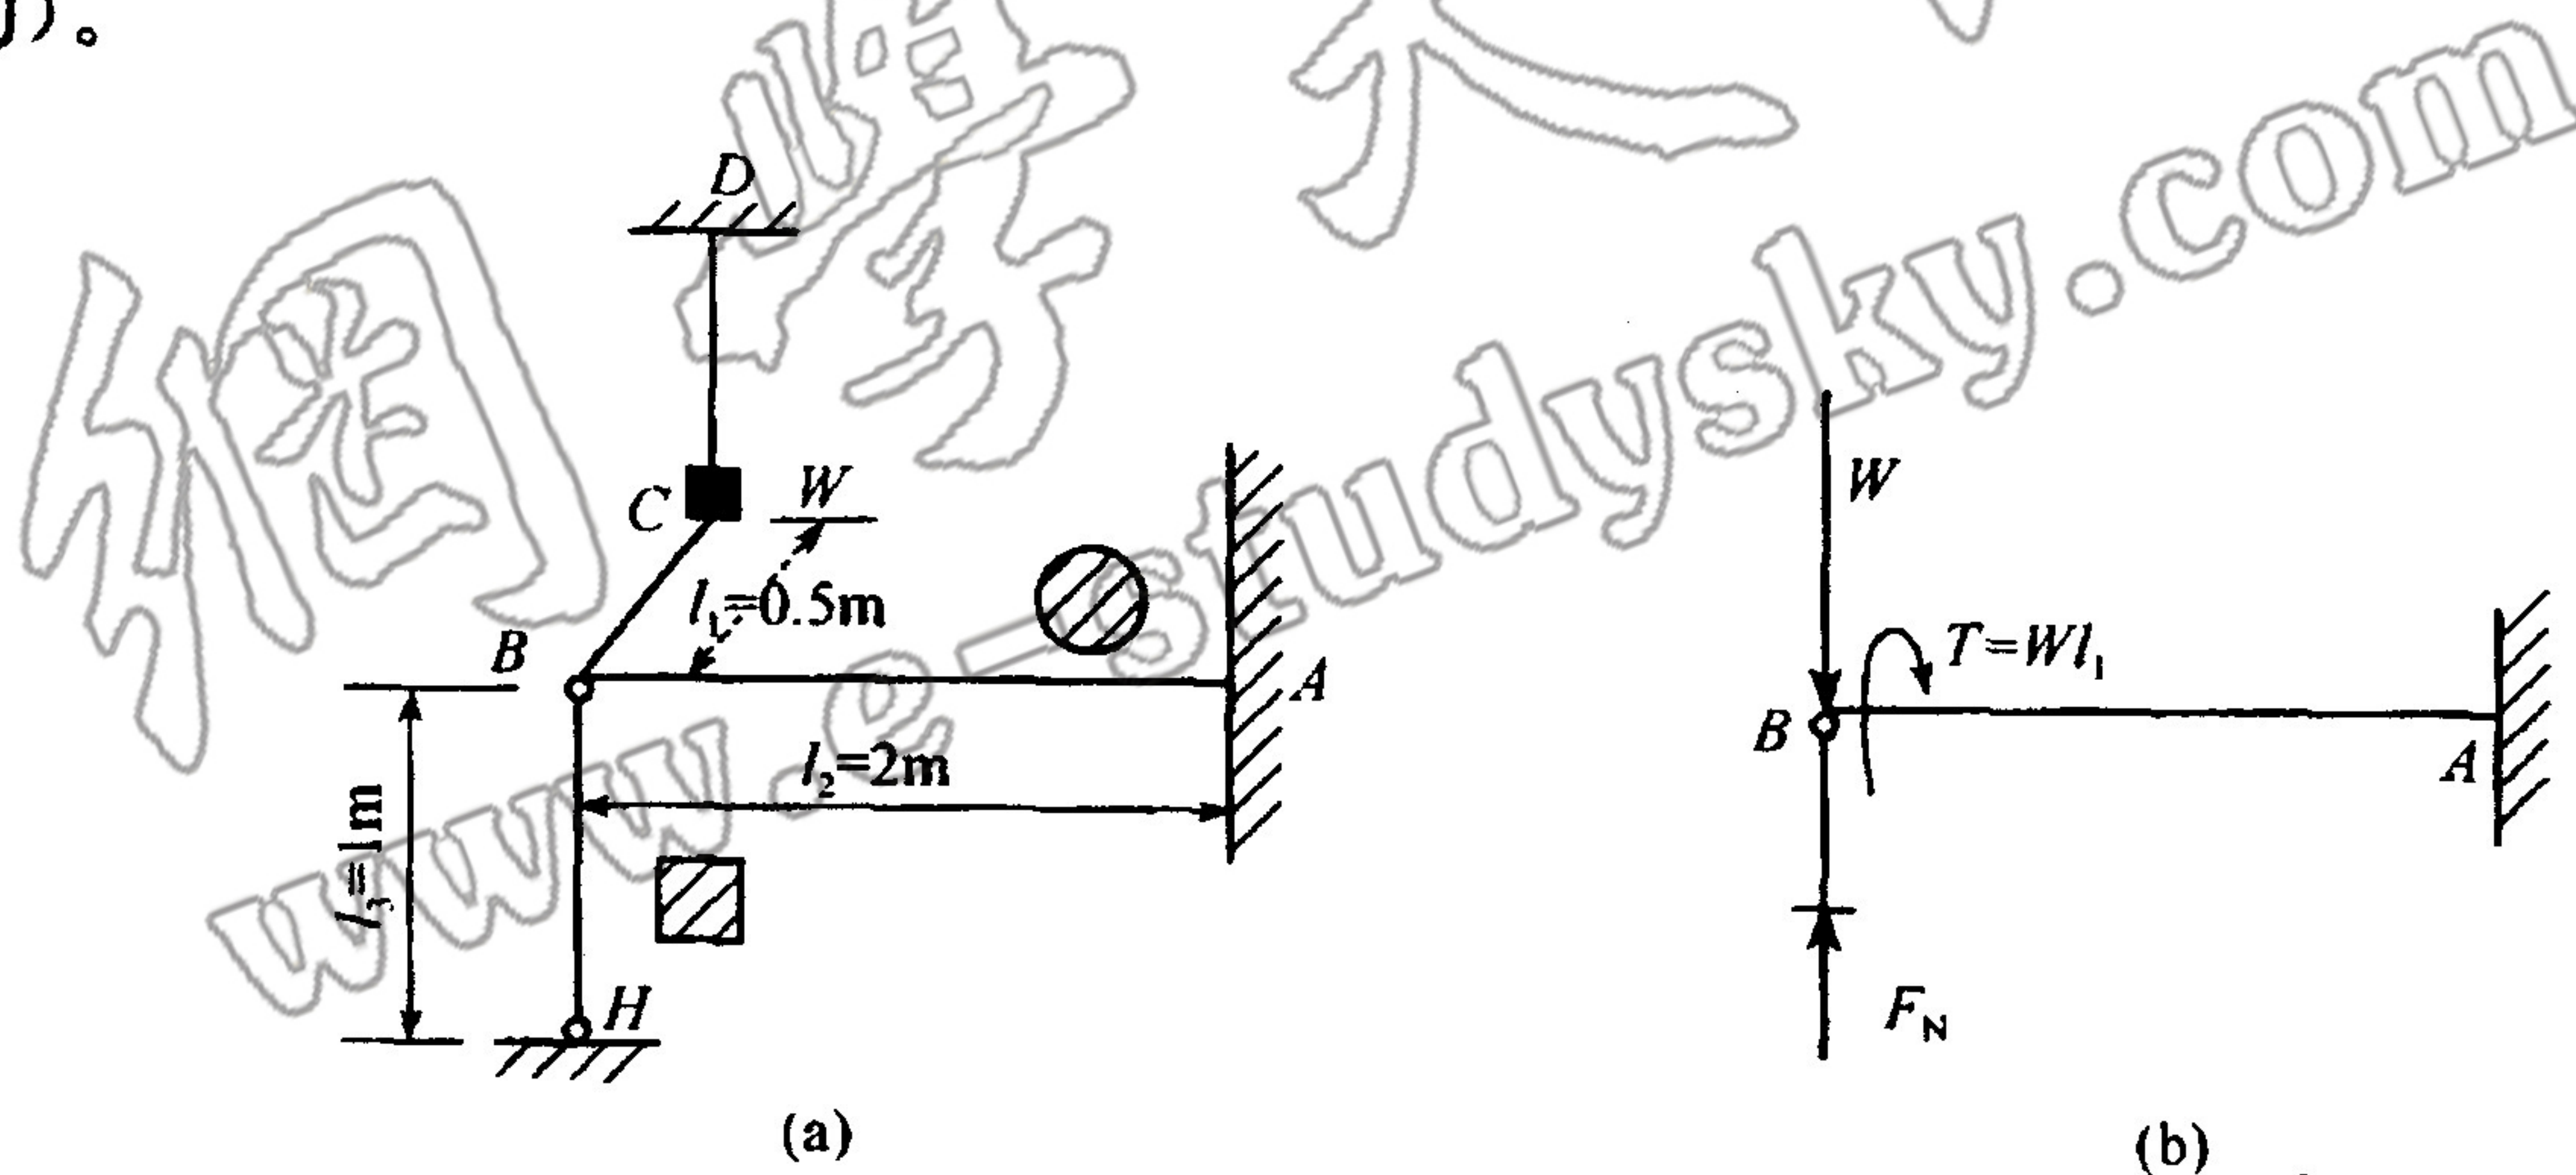

图 7.13
**点评** ①这是典型的用莫尔积分法求位移的题目。因为有曲杆，故直接写出各段内力方程然后代入莫尔积分式求得。②注意单位力的加法即分别沿铅垂及水平方向加单位力，写出  $\bar{M}_y$ 、 $(\bar{M}_x)$ ，分别相乘，然后积分得之。③亦可把 BC 看作悬臂梁，分段刚化，在 B 面作用  $F_y = F$ ， $M = -Fa$ ，求出  $F_y$ 、 $M$  在 B 点引起的铅垂位移，水平位移和转角，与悬臂梁的对应位移叠加而得铅垂和水平位移。
5. 如图 7.13 所示，ABC 是一直角曲杆，截面直径  $d=100\text{mm}$ ，在 B 点处由 BE 杆稳定支撑，BE 杆截面是边长为 40mm 的正方形。曲杆和支撑杆的材料相同， $E=200\text{GPa}$ 。DC 杆悬挂重物  $W=20\text{kN}$ ，和曲杆在 C 点相接触而无相互作用，由于干扰 DC 杆突然断裂。试用第四强度理论校核曲杆。许用应力  $[\sigma]=160\text{MPa}$ （计算中可把 BC 看成刚性的）。